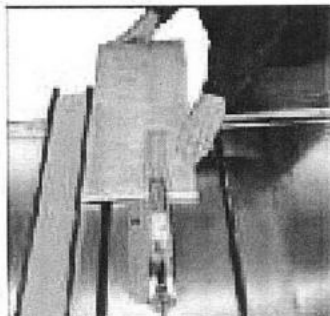

Figura 28.
3. Encienda la sierra y permita que adquiera su velocidad máxima. Coloque el borde correcto de la tabla contra la cerca de corte. Deslice la pieza de madera constante y suavemente dentro de la cuchilla y a través de la pieza. Cuando corte siempre colóquese a un lado de la pieza a cortar y presiónela a través, asegúrese de mantener sus dedos fuera del camino de la cuchilla. Ver figura 28